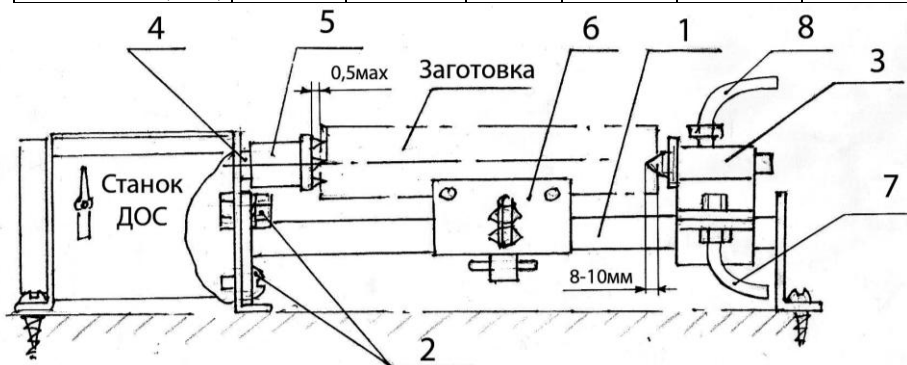

Рис. 12.
4.8. Токарные операции (см. Рис.12 и Инструкцию по установке токарной приставки ТП-5, ТП-6 к станкам типа ДОС).
- Установить токарную приставку (1), закрепив ее болтами (2) к боковым угольникам (или стенке) корпуса станка и выдерживая соосность «вал (4) - задний центр (3)»;
- Навернуть на вал (4) поводковый патрон (5) до упора. Зажать заготовку между поводковым патроном (5) и задним центром (3), надежно сцентрировав ее;
- Установить подвижный суппорт (6) в нужное положение;
- Опирая режущий инструмент о площадку суппорта (6) производить точение.